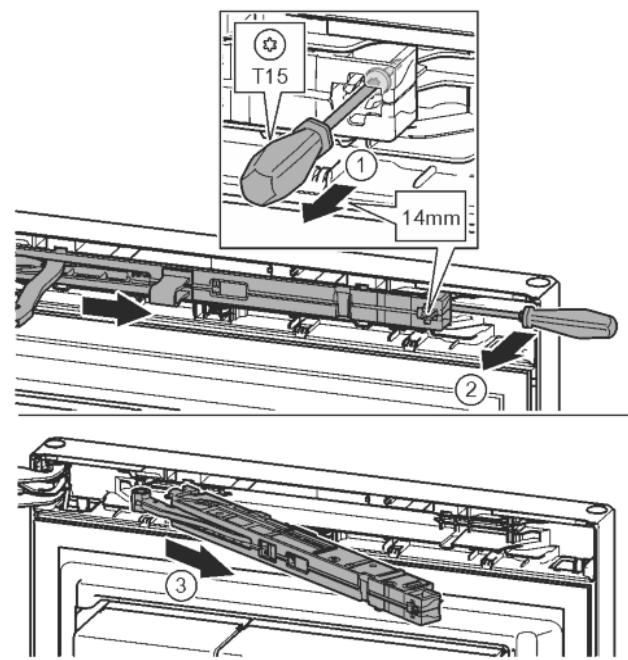

Fig. 13
- Ослабить винт на узле амортизатора с помощью отвертки T15 примерно на 14 мм. Fig. 13 (1)
- Отверткой со стороны ручки переместить за узел амортизатора и повернуть вперед. Fig. 13 (2)
- Извлечь узел амортизатора. Fig. 13 (3)